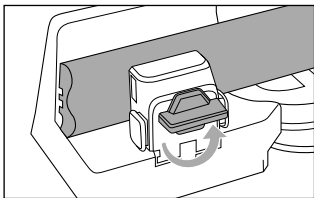

Fig. 11
- ◆ Gire el botón de bloqueo **5** en sentido antihorario para soltar la pieza de madera (consulte la fig. 11).